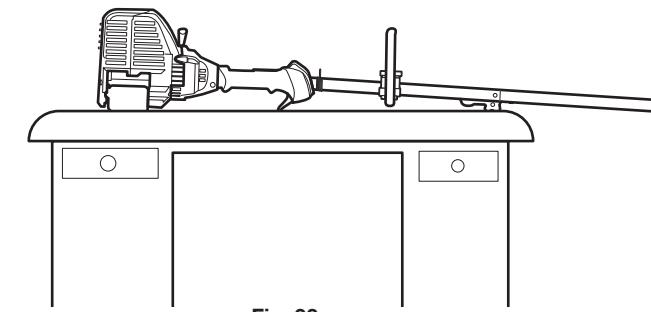

Fig. 33
2. Ubique la unidad sobre una superficie plana y nivelada, como un banco de trabajo o una mesa. El protector del cabezal de corte debe quedar colgando del borde de manera que el motor quede nivelado (Fig. 33).